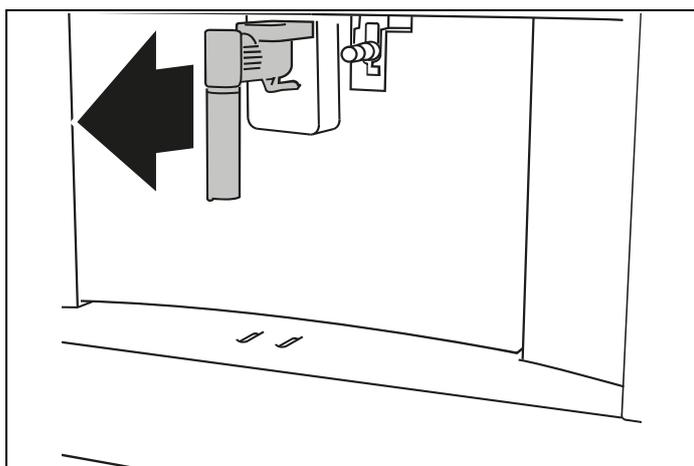
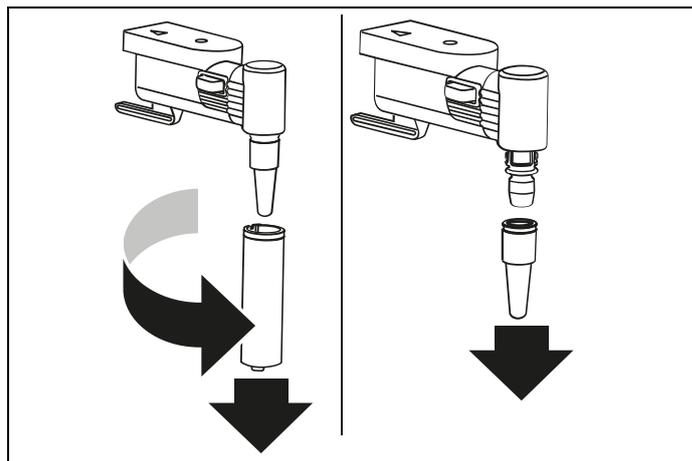

Fig. 33
Fig. 40
Retirez le bec verseur de l'eau chaude/vapeur (**C6**) (Fig. 33) ;
- 2) Attendez quelques minutes que le bec verseur eau chaude/vapeur refroidisse ; puis retirez-le (Fig. 33). Tenez fermement le bec verseur d'une main et de l'autre, tournez et détachez la buse à cappuccino en la tirant vers le bas (Fig. 40).
- 3) Retirez également la buse de raccordement vapeur en la tirant vers le bas (Fig. 40).